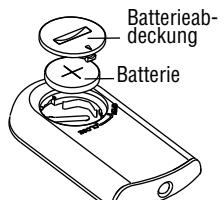

Fig. 2
- Für das Auswechseln der Batterien die Batterieabdeckung durch Drehen entfernen. Batterie auswechseln und dabei auf die korrekte Positionierung der Pole achten (siehe Abbildung 2).
rekte Positionierung der Pole achten (siehe Abbildung 2).